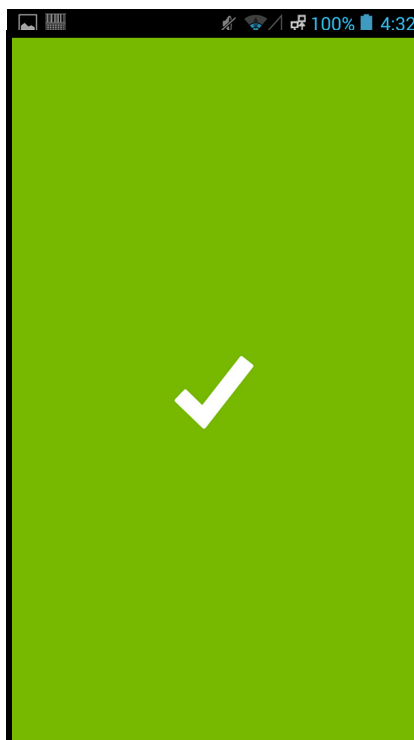
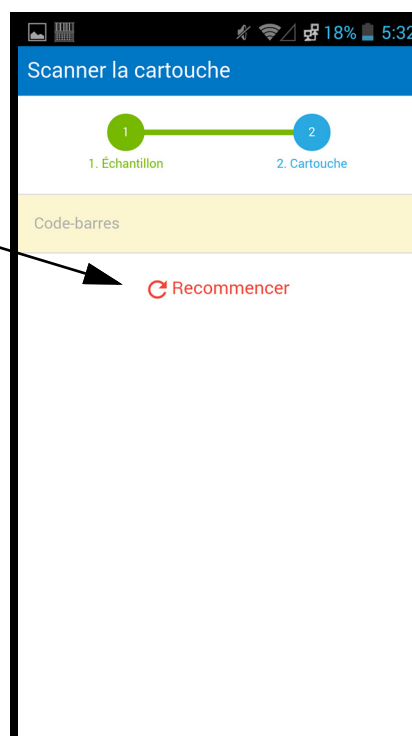

Figure 5-103. Écran Cepheid Link de succès de lecture (coche sur fond vert)
Figure 5-106. Écran Cepheid Link de lecture de la cartouche
- 2) En cas de découverte de commande, l'écran de succès (coche sur fond vert) s'affiche très brièvement (voir la Figure 5-103) et l'écran Lire la cartouche s'affiche. Voir la Figure 5-106.
- 4) En cas de découverte de commande, l'écran de succès (coche sur fond vert) s'affiche très brièvement (voir la Figure 5-103) et l'écran Lire la cartouche s'affiche. Voir la Figure 5-106.
En cas d'association réussie entre la cartouche et l'échantillon, l'écran de réussite (coche sur fond vert) s'affiche très brièvement (voir la Figure 5-103).
- En cas de réussite de lecture de l'aliquote, l'écran de réussite (coche sur fond vert) s'affiche très brièvement (voir la Figure 5-103).